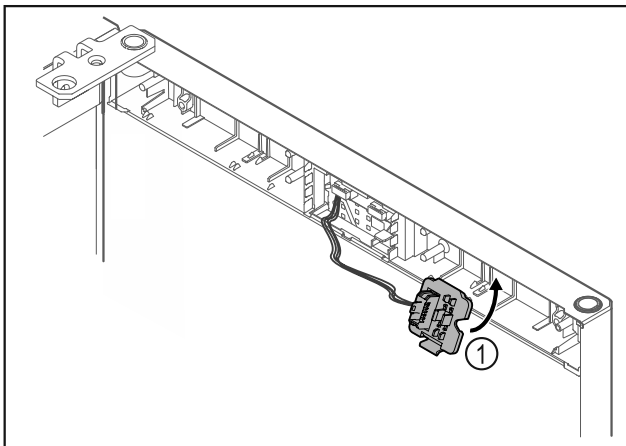

Fig. 15
- ▶ Klik stikholderen Fig. 15 (1) i på den modsatte side.